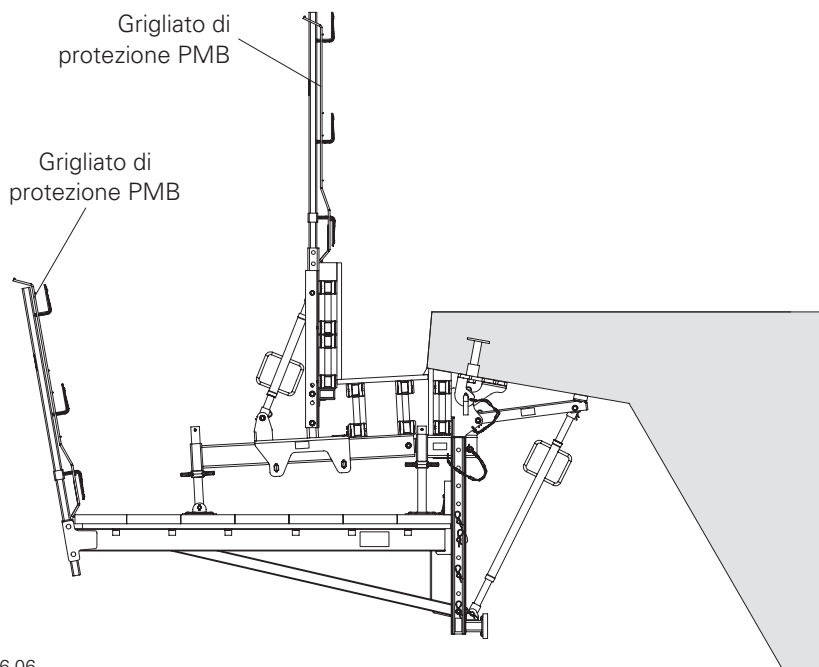

Fig. A6.06
- In alternativa, invece delle tavole per parapetto e delle tavole fermapiede si può usare il grigliato di protezione PMB. (Fig. A6.06)